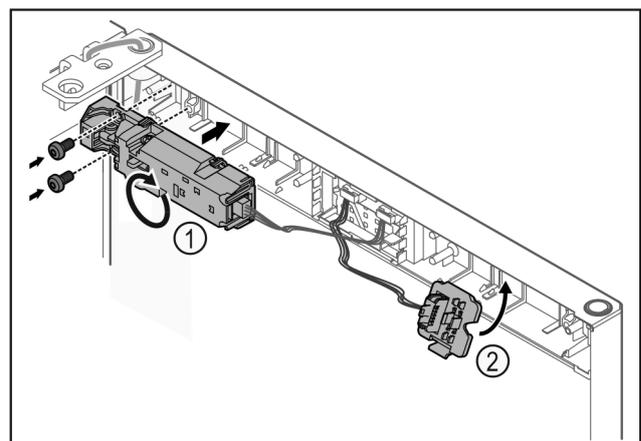

Fig. 22
- u Fernschloss Fig. 22 (1) um 180° drehen und auf Gegenseite befestigen.
- u Steckerhalterung Fig. 22 (2) auf Gegenseite einrasten.